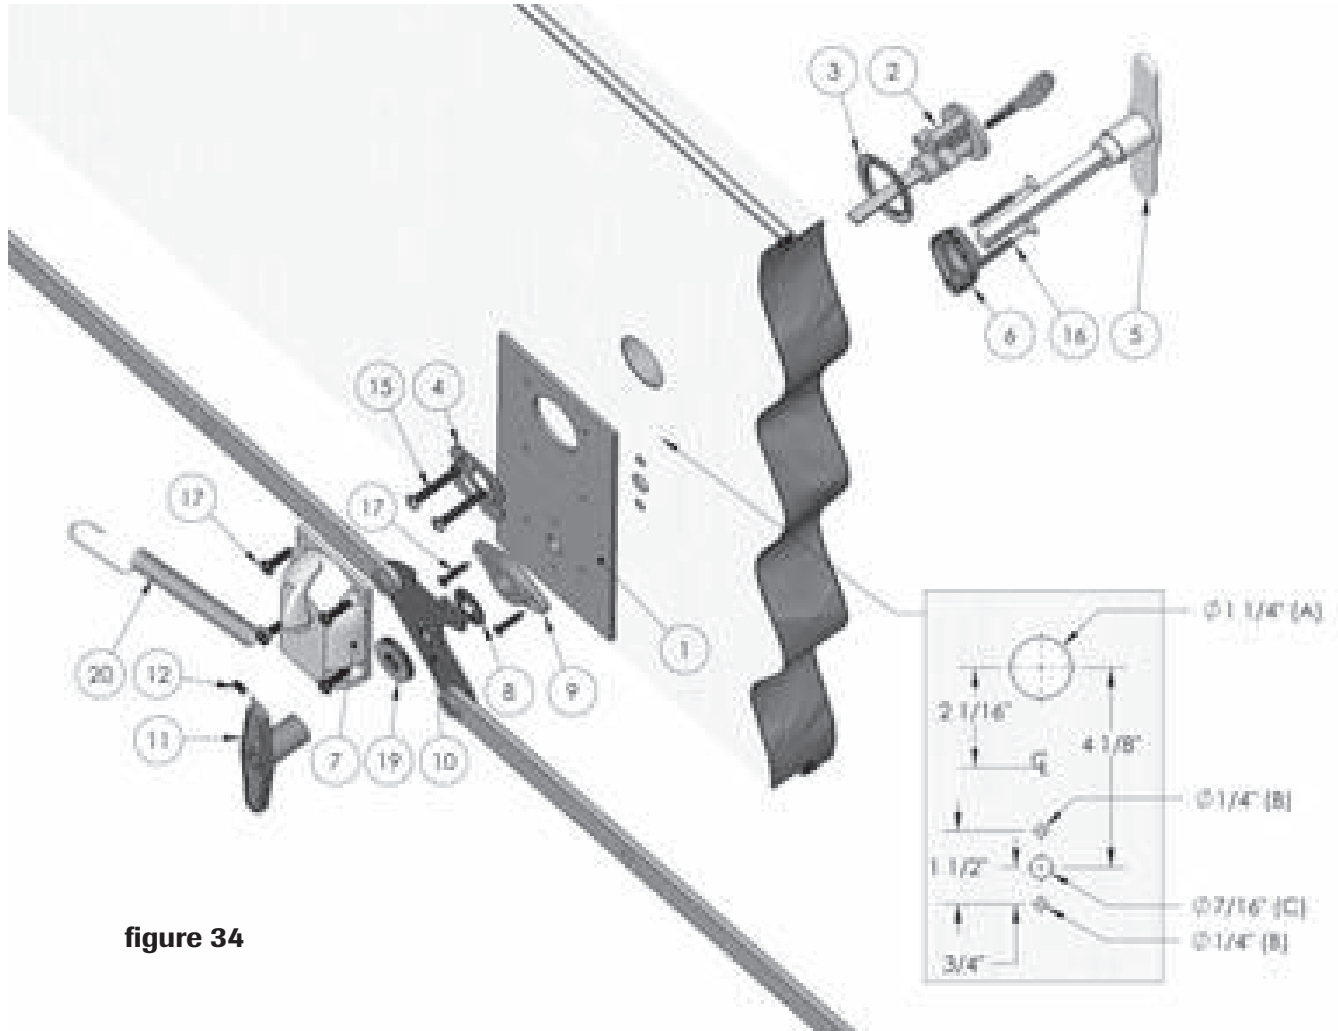

figure 34
2. Mesurez la distance des 4 trous à percer sur le panneau, à l'aide des cotes et du dessin (fig 34), afin de bien centrer la poignée et la serrure et marquez à l'aide d'un poinçon les quatre trous à percer A (serrure), B (les 2 vis) et C (poignée).
4. Glissez le barillet (2) dans la pièce (3) et insérez dans le trou A (Les dents de la clé doivent pointées vers le haut et le trou de la clé doit être dans le bas du barillet (2)) ;
5. Appuyez la plaque d'acier (1) sur le côté intérieur du panneau ;
6. Par le côté intérieur, insérez la pièce (4) dans le trou (A) en positionnant la parti ronde vers le bas ;
7. Insérez les vis no 10 de 1 1/2" de longueur (15) dans la pièce (4), alignez-les dans les trous du barillet (2) et vissez (assurez-vous que la plaque est bien alignée) ;
8. Insérez le verrou intérieur (7) dans la tige du barillet (2) et vissez-le dans la plaque d'acier (1) avec quatre vis de 3/8" de longueur (17) en utilisant un tournevis à tête carrée ;
- a. Insérez la vis inférieur gauche dans l'extrémité ronde du ressort (20) avant de la visser ;
9. Par le côté intérieur vis-à-vis le trou (C), vissez la plaque (9) dans la plaque d'acier (1) avec deux vis de 3/8" de longueur (17) en utilisant un tournevis à tête carrée ;
10. Glissez la poignée extérieur (5) dans la pièce (6) et insérez dans le trou (C) ;